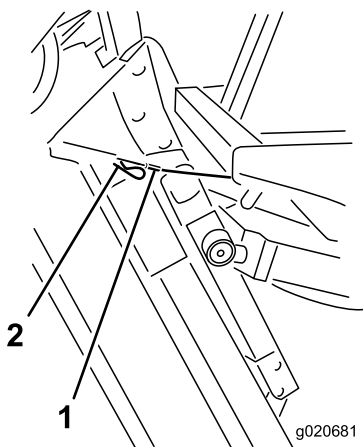

Figura 102
6. Mantenendo l'apparato di taglio verticale, fate passare l'estremità del cavo sopra il perno del braccio di sollevamento dell'apparato, e fissate il cavo con la coppiglia (Figura 102).